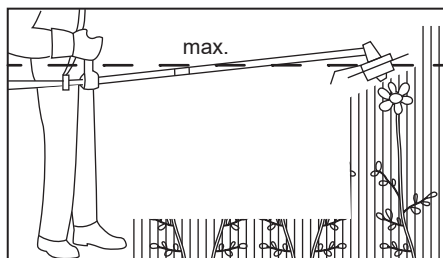

Fig. 18
4. Ne jamais tenir la tête de coupe plus haut que la hanche (Fig. 18), car plus la tête de coupe est tenue haut, plus le risque de projection d'objets est élevé.